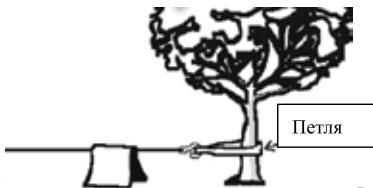

Рисунок 3
10. При перемещении тяжелых грузов рекомендуется повесить на трос рядом с крюком полотно из плотной ткани (одеяло или кусок брезента) (рис. 3). В случае разрыва троса ткань предотвратит его захлестывание.
1. ТРОС ДОЛЖЕН БЫТЬ ПЛОТНО НАМОТАН НА БАРАБАН. Следите, чтобы трос всегда был намотан на барабан плотно и равномерно. Не допускайте неплотной намотки. Неплотно намотанный трос при нагрузке может вдавливаться в нижние слои обмотки. В этой ситуации трос может заклинить в массиве витков и повредиться. Рекомендуемая профилактика - перемотка троса с натяжением после каждого использования. Натяжение прикладывается с применением ремешка для безопасности рук (рис. 3). ОБЯЗАТЕЛЬНО ношение перчаток.